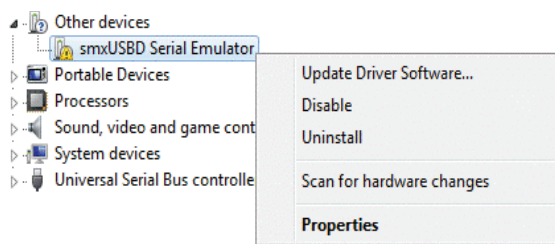

Figura 82 Administrador de dispositivos de Windows 8/8.1
9. En **Otros dispositivos**, haga clic en el botón derecho sobre **Emulador de puerto serial smxUSBD** y seleccione **Actualizar software del controlador** (Figura 82).